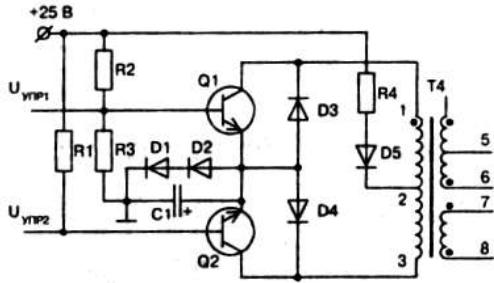

Рис. 9. Транзисторный каскад управления
*Схема управления.* Управление транзисторами полумостового преобразователя осуществляется каскадом на транзисторах Q1, Q2 (рис. 9). Кроме этой функции схема управления осуществляет согласование и гальваническую развязку мощных силовых каскадов от маломощных цепей управления. Транзисторы Q1, Q2 схемы работают в ключевом режиме с соединенными эмиттерами поочередно. Коллекторными нагрузками являются полуобмотки трансформатора T1 (выводы 1-2, 2-3), в среднюю точку которого (вывод 2) подается питание на схему через элементы R4, D5. Диод D5 предотвращает влияние сигналов в первичных обмотках трансформаторов на работу ШИМ-формирователя по шине питания. Резисторы R1, R2 и R3 формируют смещение в цепи базы транзисторов Q2 и Q1 соответственно. Импульсы управления с микросхемы ШИМ-формирователя поступают на базы транзисторов схемы. Под воздействием управляющих импульсов один из транзисторов, например Q1, открывается, а второй Q2, соответственно, закрывается. Надежное запирание транзистора осуществляется цепочкой D1, D2, C1. Наличие конденсатора C1 способствует поддержанию запирающего потенциала во время «паузы». Диоды D3, D4 предназначены для рассеивания магнитной энергии, накопленной полуобмотками трансформатора. Наличие транзисторов в выходном каскаде микросхемы позволяет выполнить эту схему без использования дополнительного транзисторного каскада.